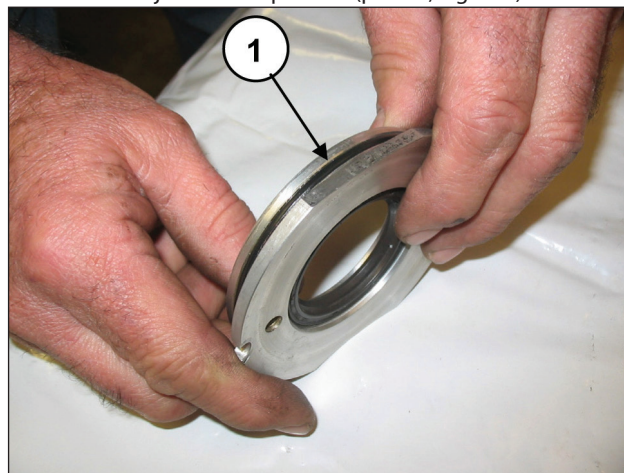
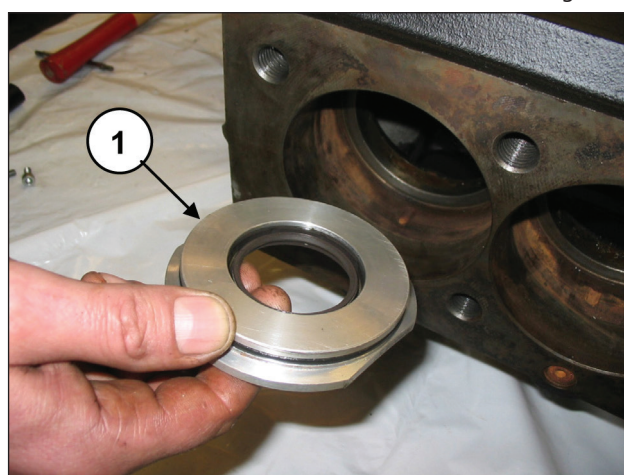

Fig. 175
Fig. 176
Colocar la junta tórica (pos. ①, Fig. 175) en el alojamiento de la tapa de retención e introducir el grupo montado dentro del cárter en el alojamiento específico (pos. ①, Fig. 176).